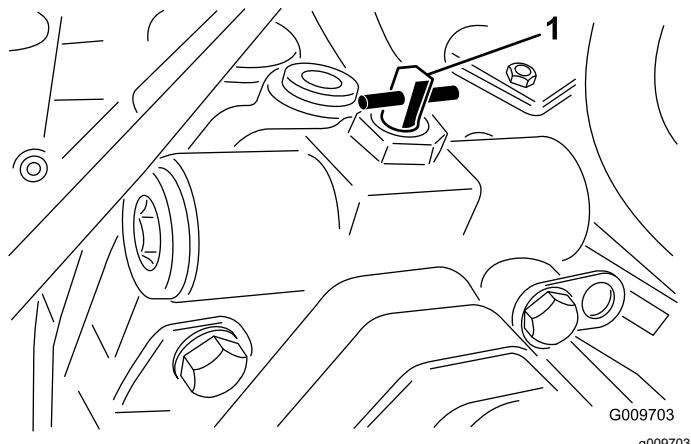

Figure 102
6. Fermez la vanne de dérivation en la tournant de 90° (1/4 de tour) dans l'autre sens avant de démarrer le moteur (Figure 102).